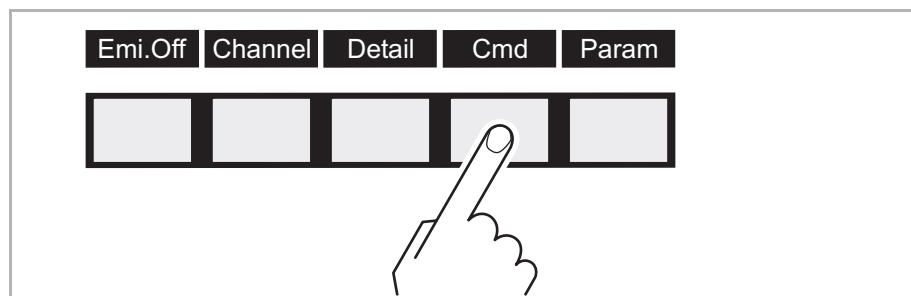

Fig. 4-6 Press the Cmd button
- 2 Press the Cmd button (Fig. 4-6, Fig. 42)
- 2 Press the Cmd button (Fig. 4-6, 42)